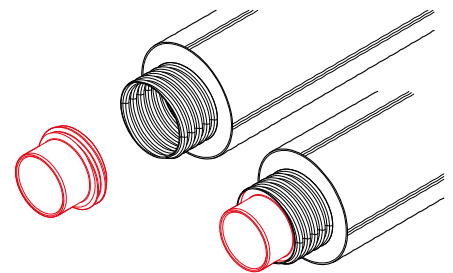

Рис. 4.6.1
1. Вкрутить втулку фитинга внутрь напорной трубы на  $\frac{2}{3}$  длины (до середины патрубка) (рис. 4.6.1).